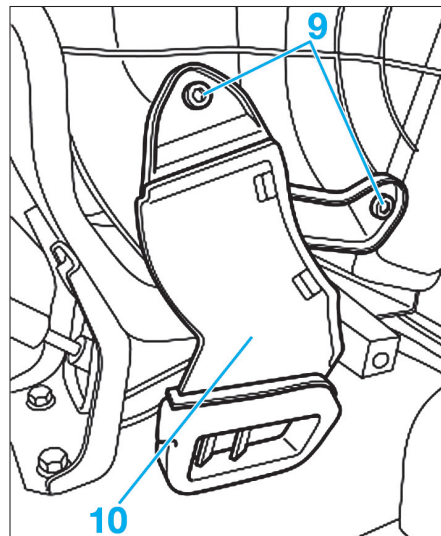

Fig. 65
- Dévisser les vis de fixation (8) puis déposer le conduit d'air du côté droit (9) (Fig.65).